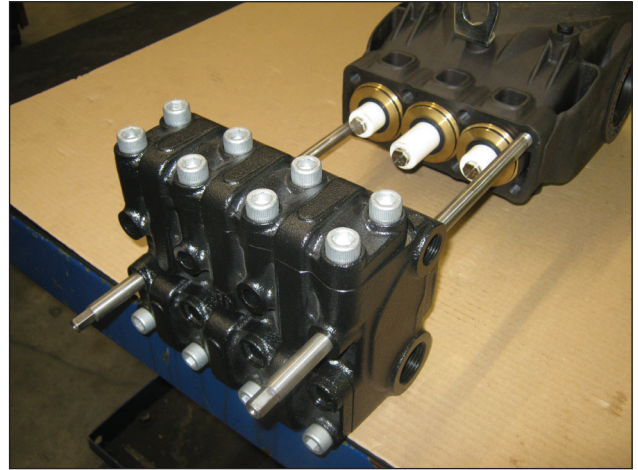

图28
- B) 润滑组件②③⑤，为此可使用代码为12001600的OCILIS型硅脂；此操作对于促进密封件的唇部在活塞上的调整是必要的。
1. 将两个螺丝-伺服插头(代码27508200)固定在曲轴箱上，如图28所示，定位泵头总成，确保值在中央活塞上对中。